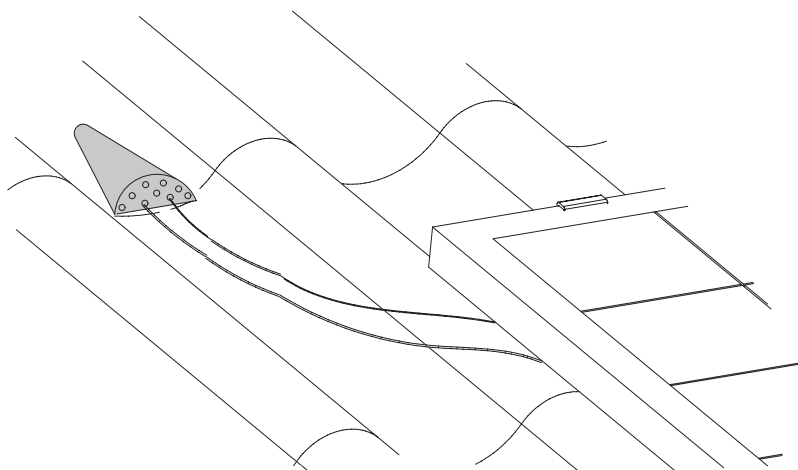

Abbildung 15: Dachdurchführung der Stringleitung durch Lüftungsziegel
- 1.) In unmittelbarer Nähe des ersten und letzten PV-Moduls Lüftungsziegel für die Dachdurchführung der Stringleitungen setzen (Abbildung 15).